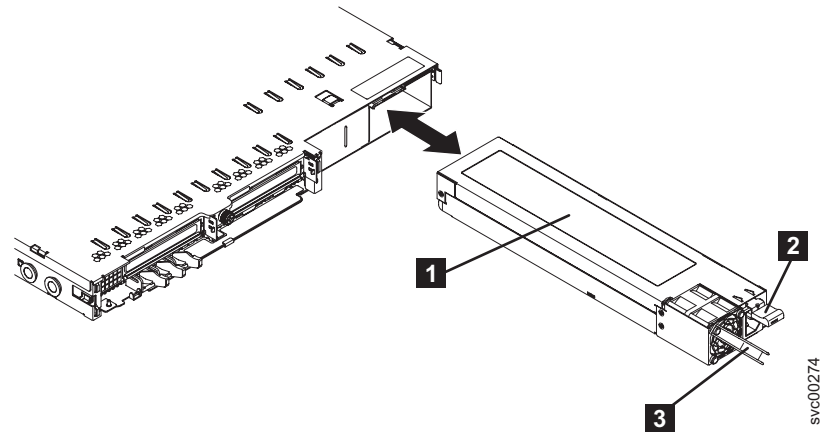

図 181. SAN ボリューム・コントローラー 2145-8G4 電源機構の取り外し
3. オレンジ色のリリース・タブ **2** (図 181 に示す) を押したままの状態にして、ノードから電源機構を引き出します。